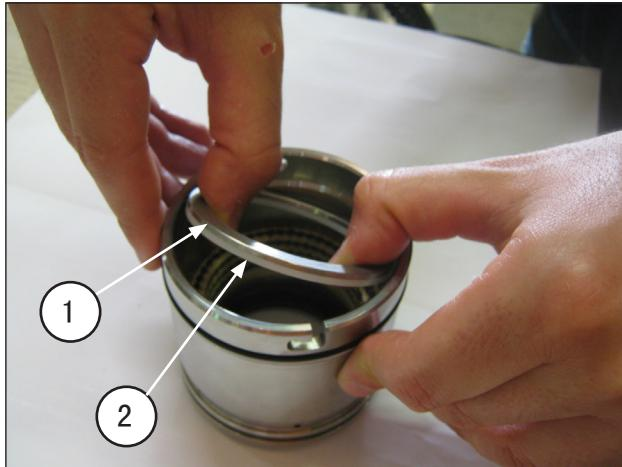
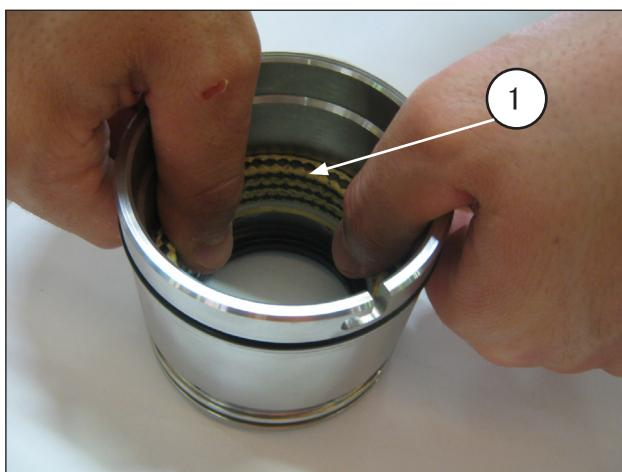

图 162
图 163
将密封圈支架与护套分开，取下弹簧环和刮环（位置①②，图 162），以便进入压力密封（位置①，图 163）。